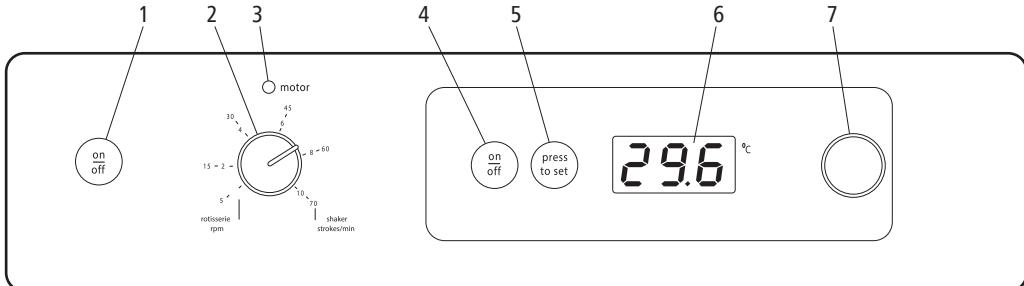

Abbildung 3: Vorderseitige Steuerelemente
befinden sich auf der rechten Seite der Steuerkonsole (Abbildung 3, Nummern 4 bis 7).
- 5.6 Die Drehzahlsteuerungen befinden sich auf der linken Seite der Steuerkonsole (Abbildung 3, Nummern 1 bis 3). Die Rotisserie / den Rüttler durch Druck auf den Ein/Aus-Schalter (1) einschalten. Daraufhin sollte die rote Anzeigelampe (3) über dem Drehzahlwahlschalter (2) aufleuchten.